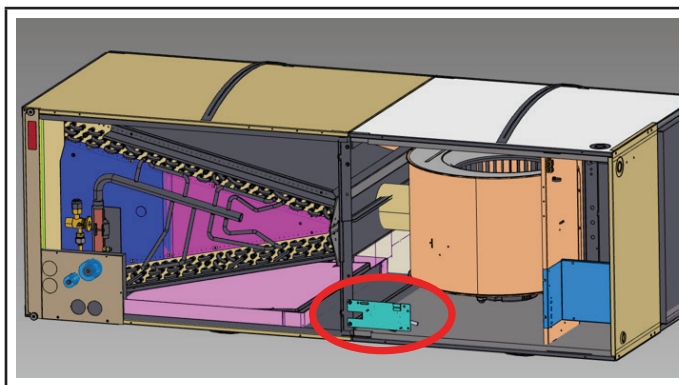

FIGURA 22
- 3 - Una vez retirados los paneles de la unidad de manejo de aire, instale el conjunto del soporte del sensor en la unidad alineando los orificios en el soporte central, como se muestra en la figura 22. Nota: El sensor debe estar orientado hacia el interior de la unidad.